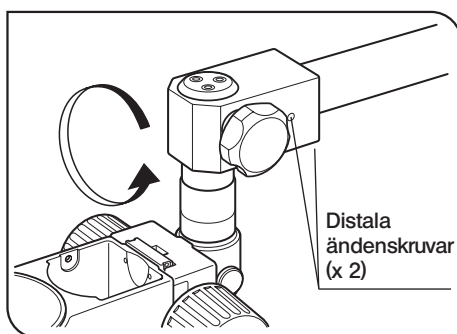

Fig. 9
5. För att vrida den distala änden av den horisontella armen relativt armen, lossar man de två skruvarna i distala änden med hjälp av bifogad Allen-nyckel. (Fig. 9)